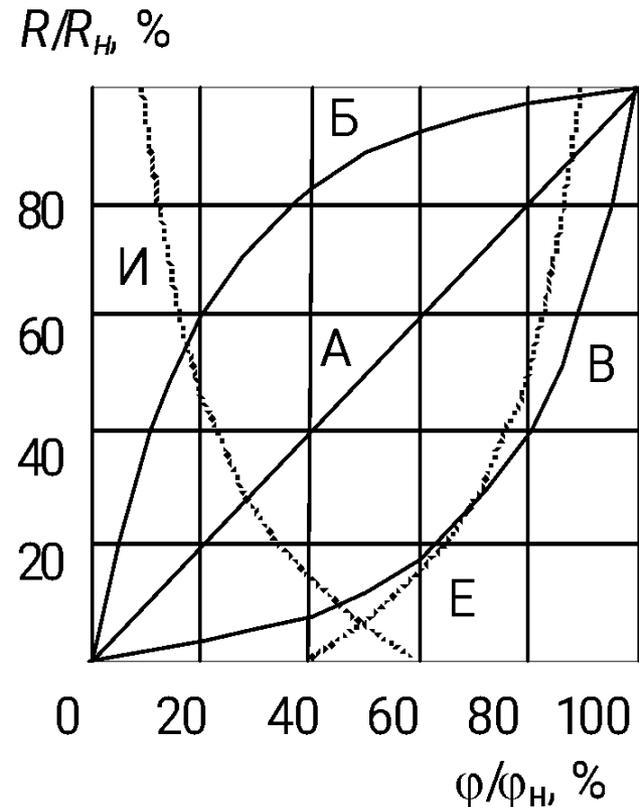

Рис. 7.8. Функциональные характеристики переменных резисторов (ϕ_n – максимальный угол поворота движка резистора)
7. Функциональная характеристика представляет зависимость сопротивления R переменного резистора от угла поворота $R = f(\phi)$ или от величины линейного перемещения $R = f(l)$ скользящего контакта вдоль РЭ. По виду функциональной характеристики переменные резисторы делятся на следующие группы: линейные (типа А); нелинейные (типа Б – логарифмические и типа В – обратнологарифмические); специального назначения (типа И или Е). Функциональные характеристики переменных резисторов представлены на рис. 7.8.